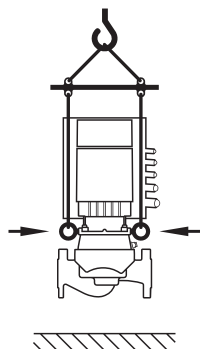

Fig. 8: 运输水泵
- 必须用具有许可证的吊具（例如滑轮组、吊车等）运输水泵。吊具应固定在电机法兰的运输用吊环上（Fig. 8，这里显示：电机轴垂直时的抬升方向）。